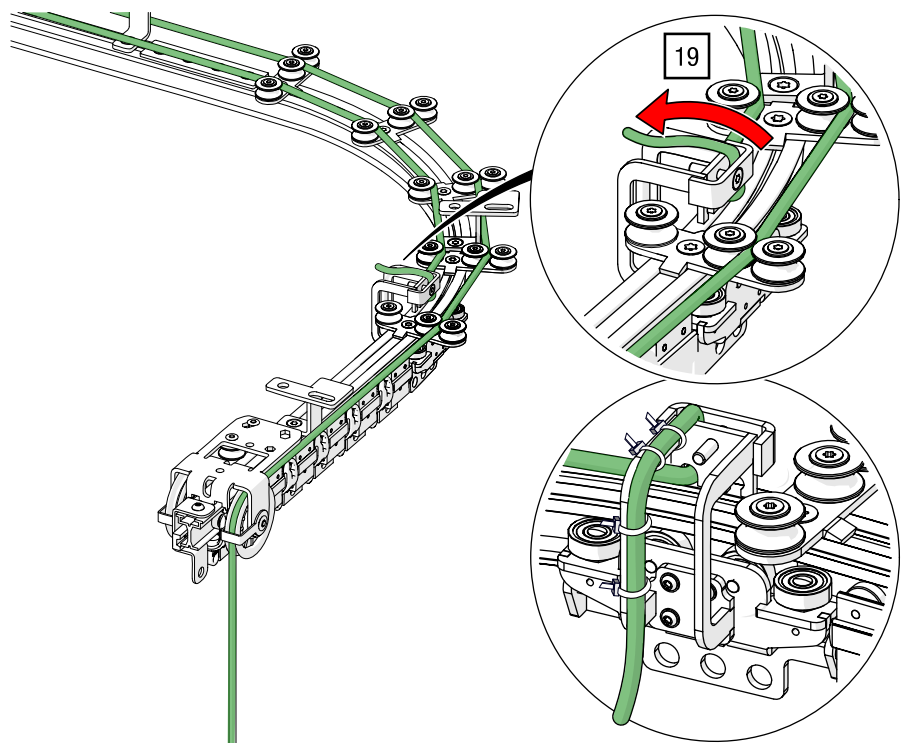

Abb. 100 Obenliegende Seilführung – Seilende einseitig in Zugwagen einführen
19. Fädeln Sie das Seilende einseitig in die Klemmvorrichtung am Zugwagen ein und sichern Sie es am Blech an mehreren Positionen mit vier Kabelbindern (siehe Abb. 100).